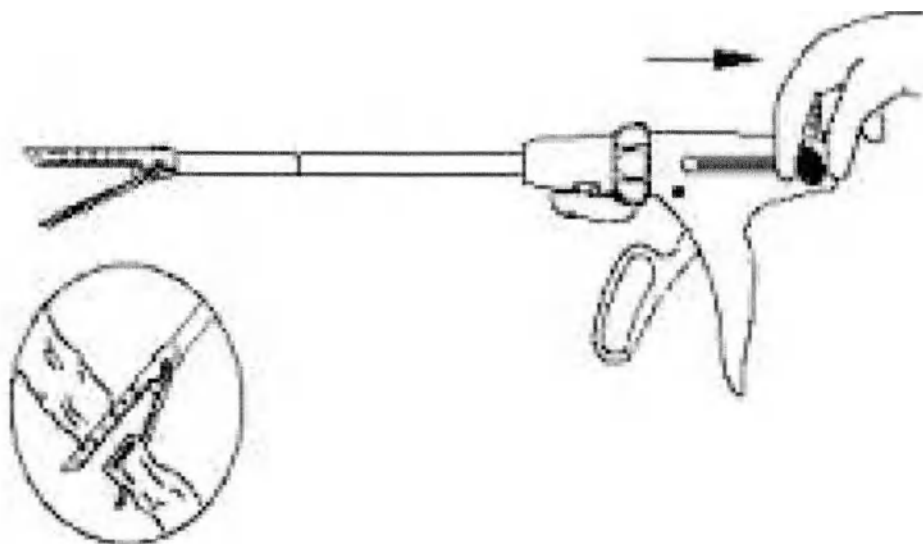

Рисунок 12.
4. Как только инструмент будет полностью разряжен, откройте зажимы, полностью потянув черную ручку возврата назад. Аккуратно извлеките инструмент из ткани. После удаления инструмента следует проверить место гемостаза. Незначительное кровотечение можно контролировать с помощью электрокоагуляции или ручных швов (рисунок 12).